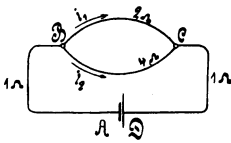

Abb. 12.
77. Ein Element, dessen elektromotorische Kraft 1,8 [1,43] (1,5) V und dessen innerer Widerstand $\frac{1}{6}$ [0,5] (0,06) Ω beträgt, wird geschlossen durch zwei Drähte AB und DC (Abb. 12) von je 1 [0,8] (1,5) Ω Widerstand und den beiden zwischen B und C liegenden Drähten von 2 [1,5] (3) Ω und 4 [3,5] (2) Ω Widerstand.